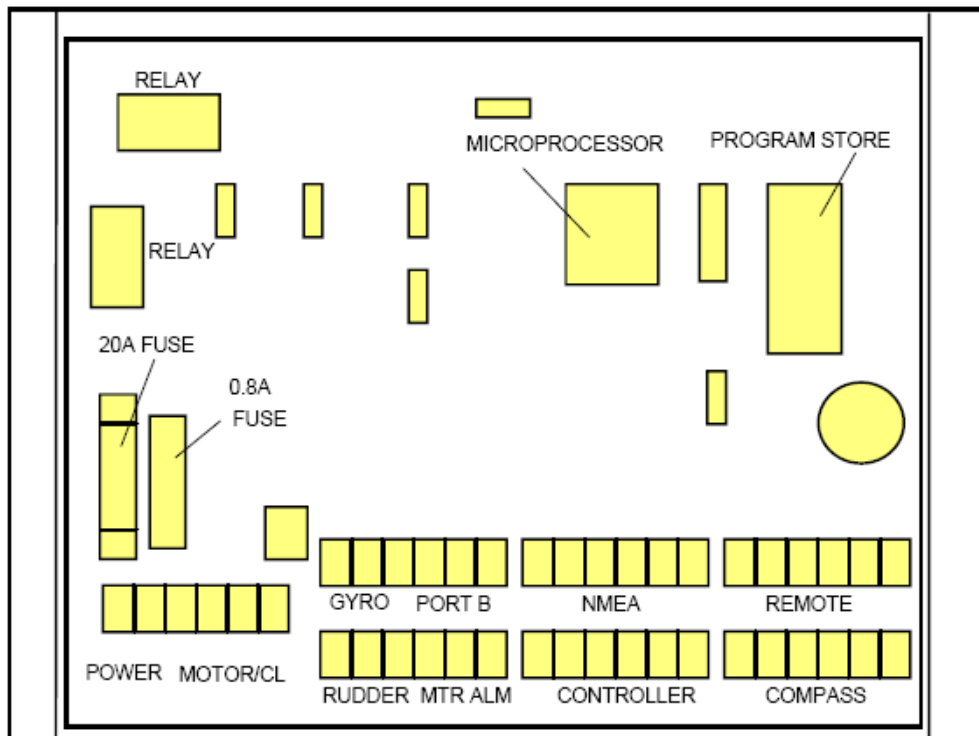

Figura 3.1 Disposizione dei componenti e dei contatti per la junction box S81.01
La Junction Box può essere montata su una superficie verticale, con le uscite dei cavi in basso. Deve essere al riparo delle intemperie e dall'acqua di sentina. È consigliato non installarla in prossimità dei motori o di altre fonti di calore; i collegamenti devono essere facilmente accessibili e occorre lasciare almeno 50 cm di spazio in tutti i lati, in modo da facilitare la circolazione dell'aria e il raffreddamento (il case in metallo funge da dissipatore per i componenti elettronici). Prima di eseguire i collegamenti elettrici, occorre staccare l'alimentazione alla junction box. Tutti i contatti sono realizzati per essere rimovibili, a parte quelli dell'alimentazione e del motore. La figura 3.1 mostra la disposizione dei componenti e dei contatti della junction box S81.01.
6. Collegare la pompa utilizzando un cavo di alimentazione abbondante (20 ampere, ad esempio) alla junction box. (figura 3.1 o 3.2).